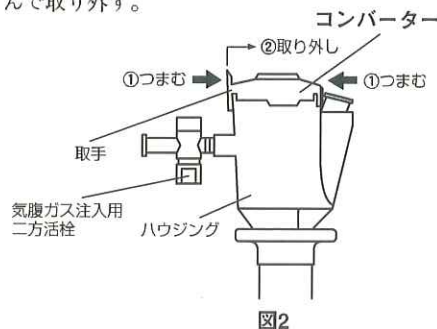

図2
7. トロッカーのハウジング部分にコンバーターがつけられているので、図2のようにコンバーターの取手を矢印の方向につまんで取り外す。
13. コンバーターを取り外す場合は、コンバーターの先端側の取手を図2のように矢印の方向につまんで取り外す。